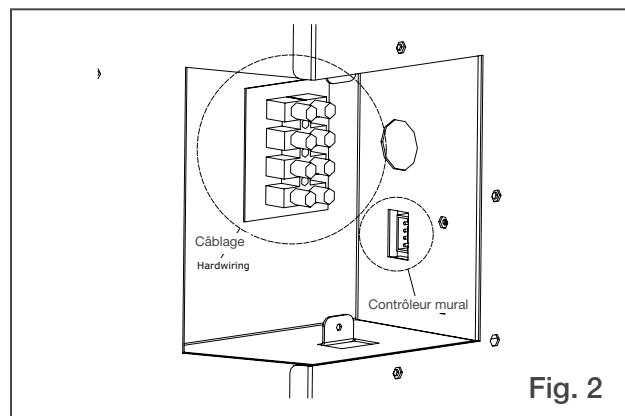

Fig. 2
2. L'appareil étant placé dans le cadre d'encastrement, insérez-le suffisamment loin dans l'enceinte pour localiser les fils d'alimentation du bloc de jonction (**Fig.2**).